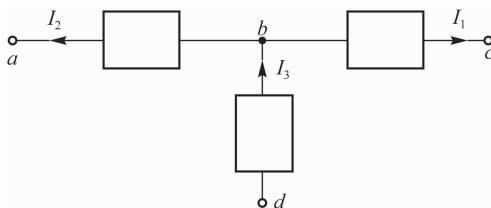

图 1-17 【例 1-4】图
**【例 1-4】** 如图 1-17 所示,各电流的参考方向已设定,已知  $I_1=6 \text{ A}$ ,  $I_2=-1 \text{ A}$ ,  $I_3=5 \text{ A}$ 。试确定  $I_1$ 、 $I_2$ 、 $I_3$  的实际方向。